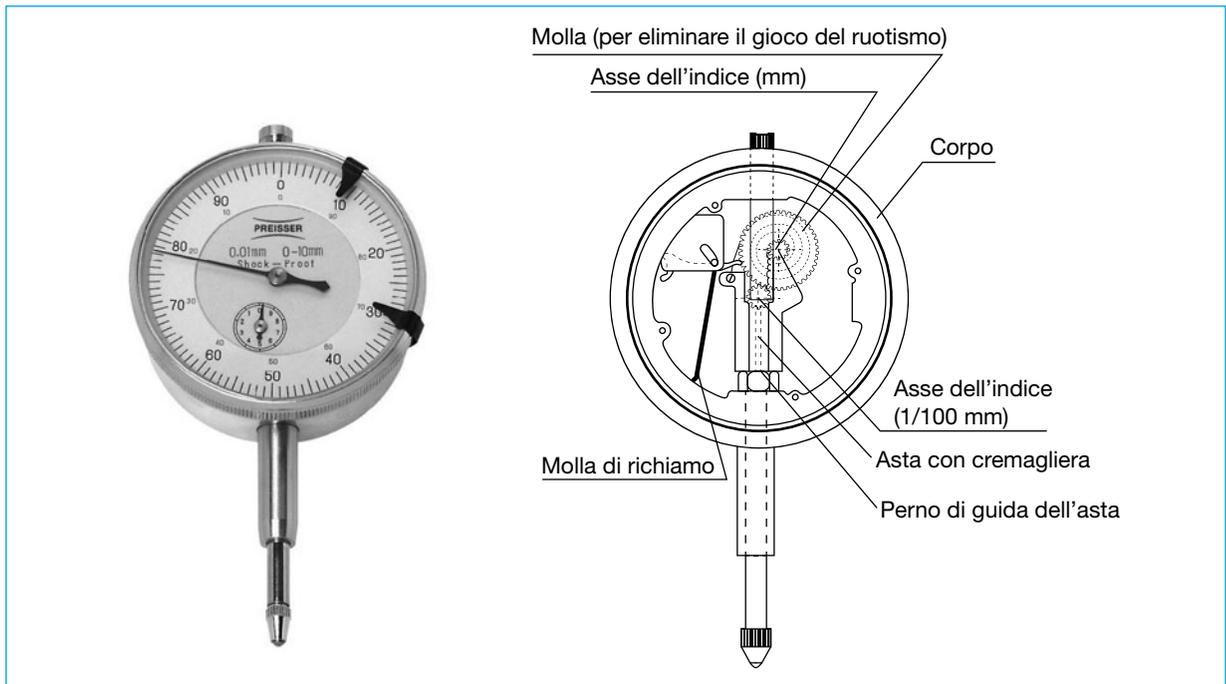

FIGURA 23. Comparatore centesimale.
- **comparatori** ad amplificazione meccanica, ottica, pneumatica ed elettrica per la misurazione degli scartamenti di forma e degli alesaggi (*alesametro*). Nella FIGURA 23 un comparatore con due lancette: quella corta indica i millimetri, quella lunga i centesimi di mm.
Consentono il confronto tra una dimensione stabilita e quella dei pezzi che si devono controllare. Nel comparatore si leggono quindi le variazioni in più o in meno di una dimensione reale rispetto a quella stabilita dal disegno o da un campione. Se queste variazioni sono comprese nei limiti di tolleranza la dimensione controllata è accettabile, in caso contrario si ha scarto. Nei comparatori più comuni *a orologio*, sull'asta, sulla quale è tagliata una dentiera (FIGURA 23) con un'estremità a sfera come elemento di contatto, si sposta secondo il suo asse e mette in moto un ruotismo che ingrana con la dentiera stessa. Il moto del ruotismo mette in governa due lancette, una piccola ed una grande. Mentre l'asta si sposta di un millimetro, la lancetta minore ruota di una divisione del suo quadrante, che è graduato in millimetri. E quella maggiore compie un giro.